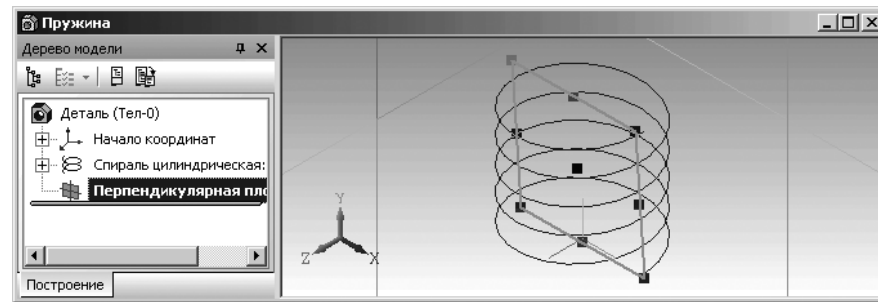

Рис. 2.111. Состояние окна модели **Пружина** при выделении вспомогательной плоскости
- щелкните в окне **Дерево модели** по пункту **Перпендикулярная плоскость:1**. Сам пункт и соответствующая плоскость выделяется. Это состояние окна детали показано на рис. 2.111.